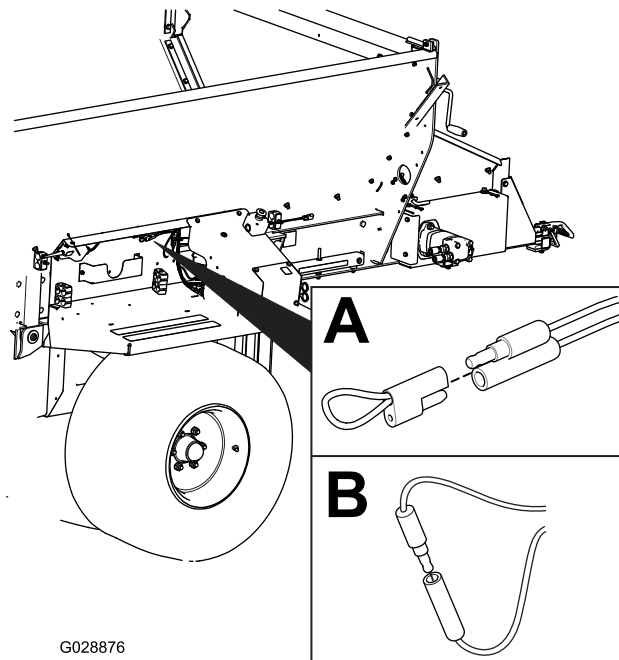

Figura 58
2. Staccate il cappuccio fisso dai due connettori di derivazione di diagnostica (Figura 58, A).
3. Collegate i connettori di derivazione di diagnostica tra loro (Figura 58, B).